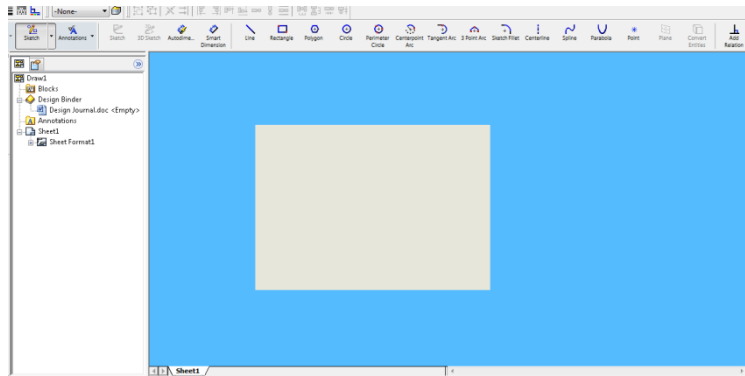

рис. 8.2.4
4. Виділіть рамкою всі лінії формату і видаліть їх (рис. 8.2.4).